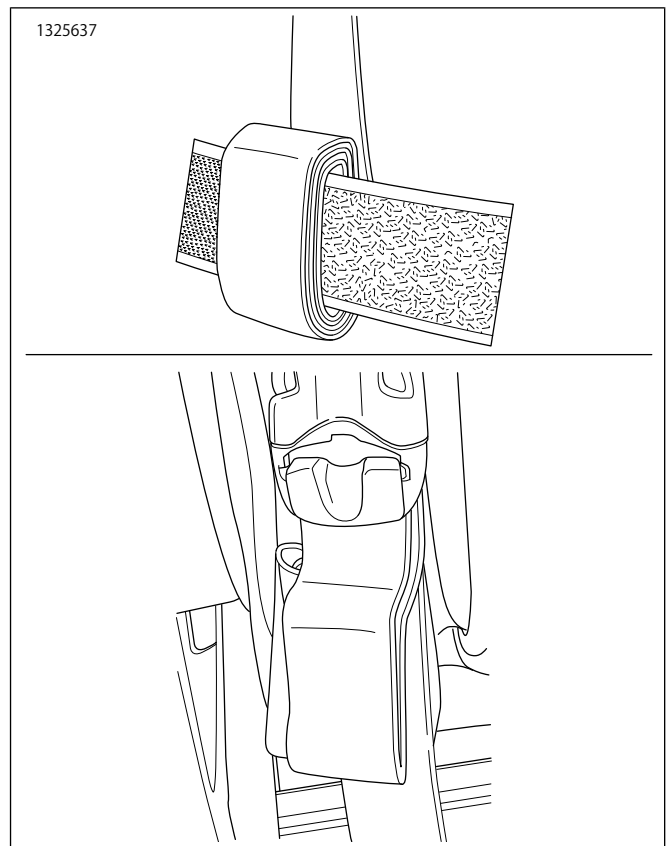

図5。余分なストラップ材
7. 「図5」を参照してください。余分なストラップ材は、フックとループタブで巻き取って固定し、リアホイールに接触したり塗装面を削ったりこすったりすることを防ぎます。